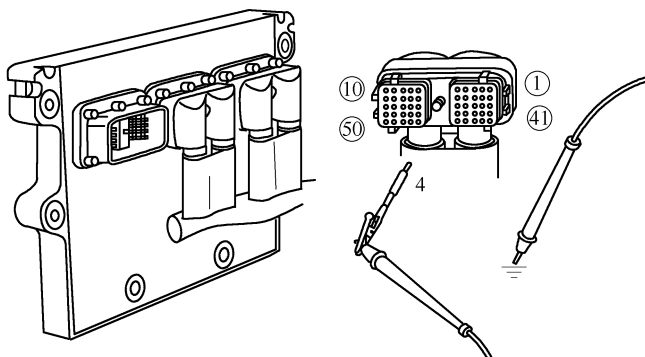

图 3-62 测量 ECM 端口上 OEM 线束插头触针 4 与接地间电压
② 测量 ECM 端口上 OEM 线束插头触针 4 与接地间电压(图 3-62)，电压小于 1.5V 为合格。若不合格，维修或更换 OEM 发动机线束。